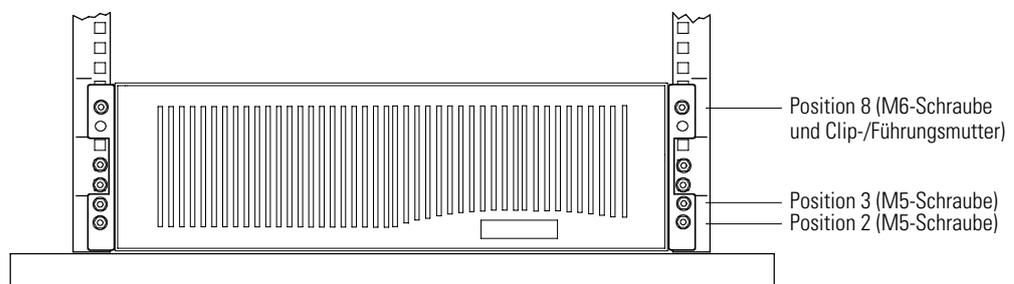

Abbildung 8. Befestigen der Vorderseite des EBM
12. Zwei Käfig- oder Clipmuttern wie in Abbildung 8 gezeigt installieren. Sind die Gestellbohrungen eckig, Führungsmuttern verwenden. Sind die Gestellbohrungen rund, zwei Clipmuttern verwenden.
14. Die Vorderseite des Schrankes, wie in Abbildung 8 dargestellt, am Gestell befestigen.